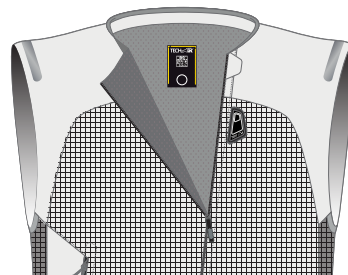

Imagen 10
Para mantener el Sistema apagado, mantenga la cremallera de activación (1) abierta como se muestra en la Imagen 10. Mantenga siempre el Sistema en esta condición mientras se almacena, transporta o envía (véase la Sección 14 «Limpieza, almacenamiento y transporte»).